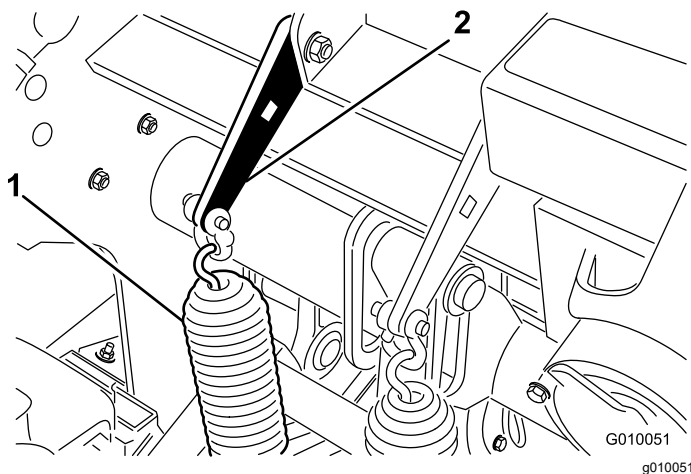

Figura 27
2. Afloje las tuercas de los pernos de cuello cuadrado que fijan los soportes de los muelles al cabezal de perforación (Figura 27). No las retire.